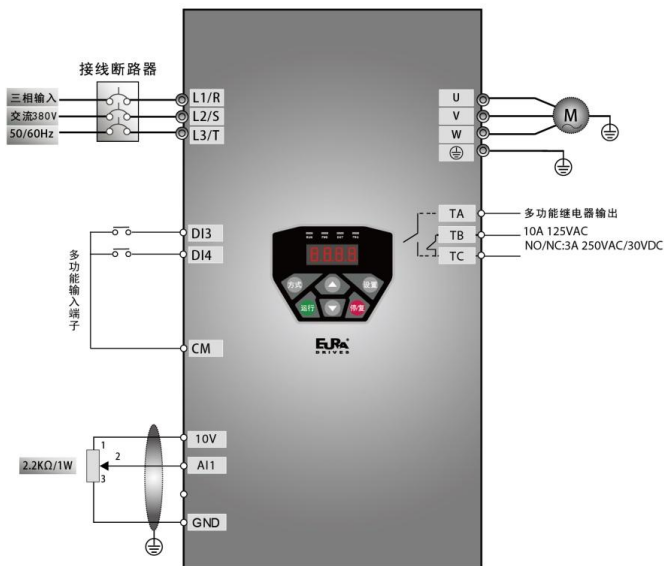

图 5-3 接线图 3
- (1) 按图 5-3 配线，检查接线正确后，合上空气开关，变频器上电。注意：外部模拟信号设定电位器可选择 2K~5K 电位器。对于精度要求高的场合请选用精密多圈电位器，接线使用屏蔽线，屏蔽层近端可靠接地。